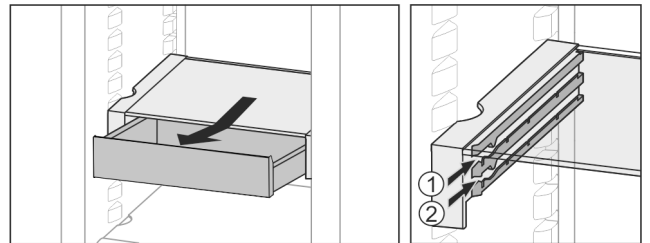

Fig. 21
▶ In beliebiger Höhe Fig. 21 (1) oder Fig. 21 (2) einschieben.